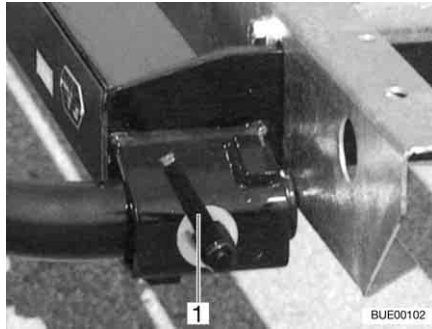

Fig. 7 Verrouillage rapide
- Emboîter le porte-charge à gauche et à droite dans les fixations sur le cadre et le bloquer avec un verrouillage rapide (Fig. 7,1).
- Ouvrir le verrouillage rapide (Fig. 7,1) et retirer le porte-charge des fixations du cadre.